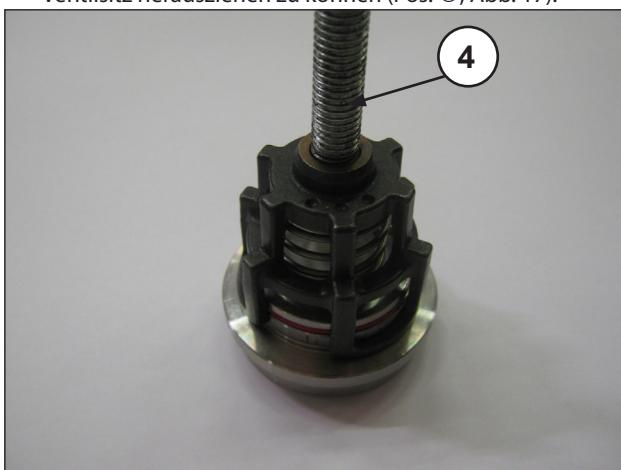

Abb. 17
- Bauen Sie die Saug- und Druckventilgruppen durch Anziehen einer ausreichend langen Schraube M10 aus, um die Ventilscheibe betätigen und die Ventilführung aus dem Ventilsitz herausziehen zu können (Pos. ④, Abb. 17).